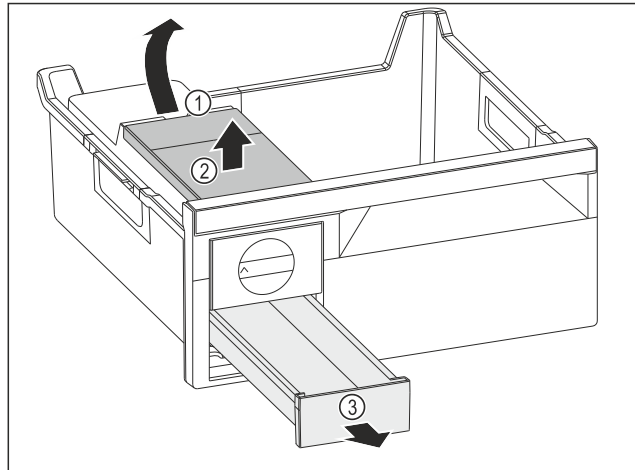

Fig. 90
- ▶ Wassertank entnehmen: Wassertank an der Aussparung Fig. 90 (1) anheben.
- ▶ Wassertank Fig. 90 (2) nach oben entnehmen.
- ▶ Eiswürfelschubfach Fig. 90 (3) nach vorne entnehmen.